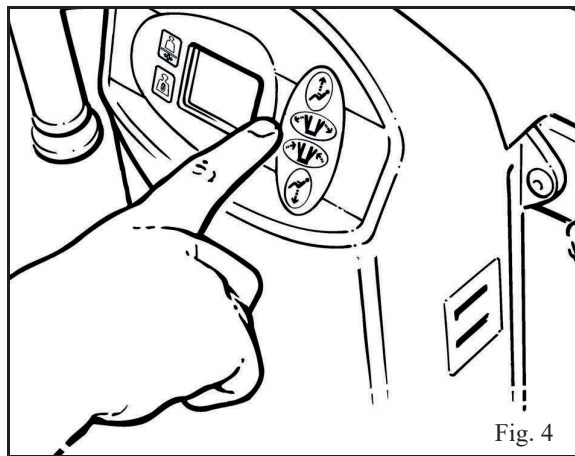

Fig. 4
**Dobbelt kontrollpanel:-** har de samme styrefunksjonene som håndkontrollen og er plassert øverst på løfterens hovedenhet. (Se Fig. 4)